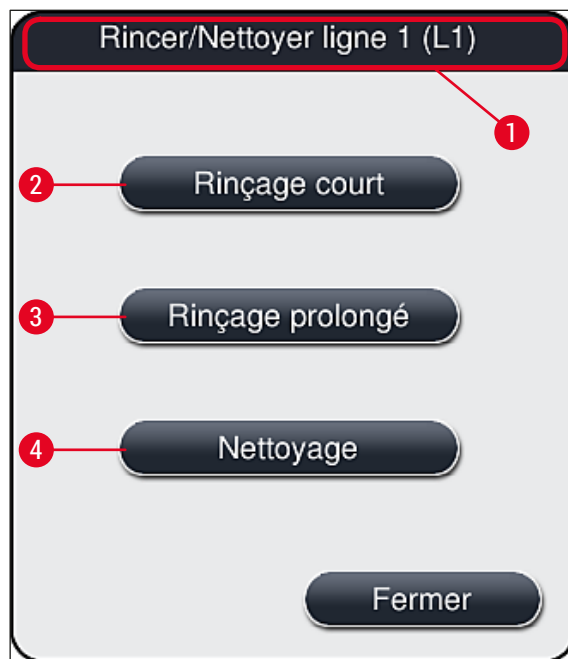

Fig. 98
- ✓ Dans le menu qui s'affiche (→ Fig. 98), trois programmes différents de rinçage/nettoyage sont disponibles.